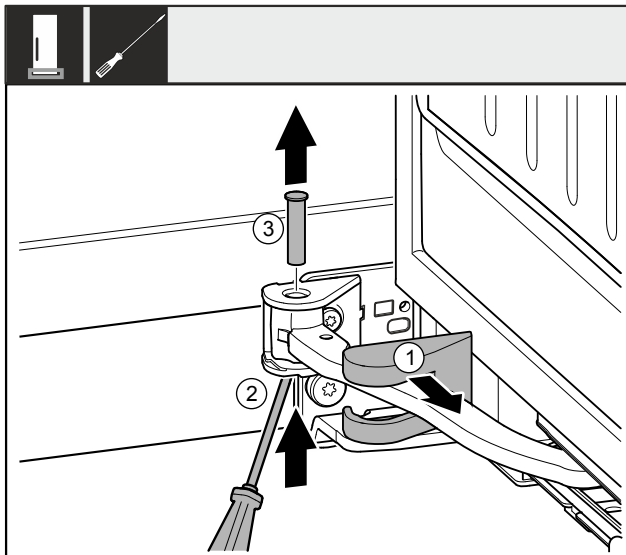

Fig. 10
- ▶ Zdjąć osłonę płytki zawiasu Fig. 10 (1) i przesunąć wzdłuż przegubu.
- ▶ Unieść sworznie Fig. 10 (2) od dołu przy użyciu śrubokręta.
- ▶ Wyjąć sworznie Fig. 10 (3) wyjąć od góry.